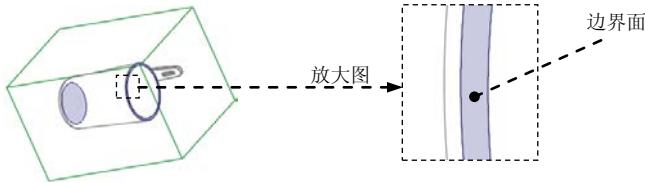

图 7.31 定义边界面
③ 定义边界曲面。在系统 **指定限制这些曲面的边界曲面** 的提示下, 从列表中选取图 7.31 所示的边界面。